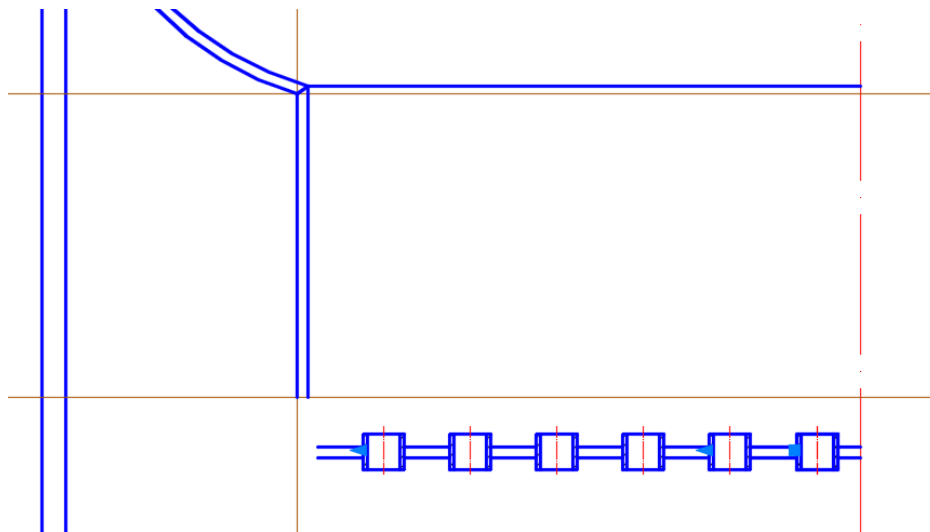

Рис. 102. Массив стакана оросителя
5.7. Выделить объект и скопировать его с помощью команды **Прямоугольный массив**. Последовательно выполнить действия: *Ассоциативность – Нет*, количество строк – 1, количество столбцов – 6, расстояние между столбцами – -120 (см. рис. 102)